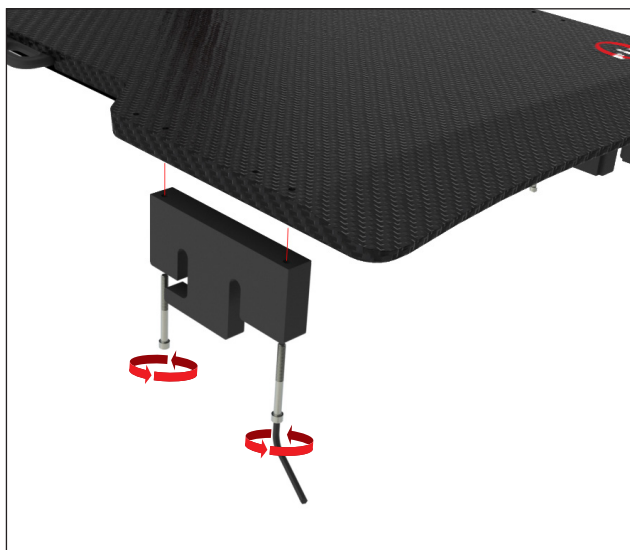

Рис. 15
2. Повторіть процедуру встановлення для протилежного перехідника, тримаючи гладку сторону перехідника ззовні (рис. 15).